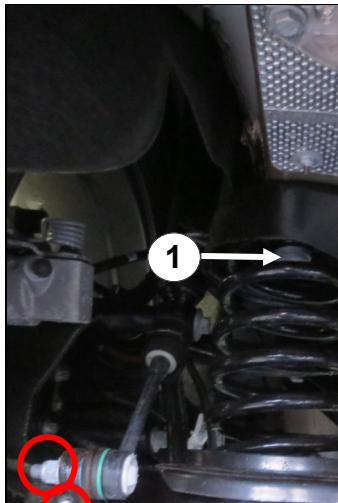

fig. 1
- Unterstützen Sie den Tragarm und entfernen Sie die Bolzen von Stabilisator und Tragarm an der Radseite. Achten Sie darauf, dass der Tragarm unter Federspannung ist. (Siehe Abb. 1)
2. Soutenez le bras de suspension et enlevez le boulons du stabilisateur et bras de suspension côté roue. **Attention: le bras de suspension est sous tension.** Voir fig. 1.